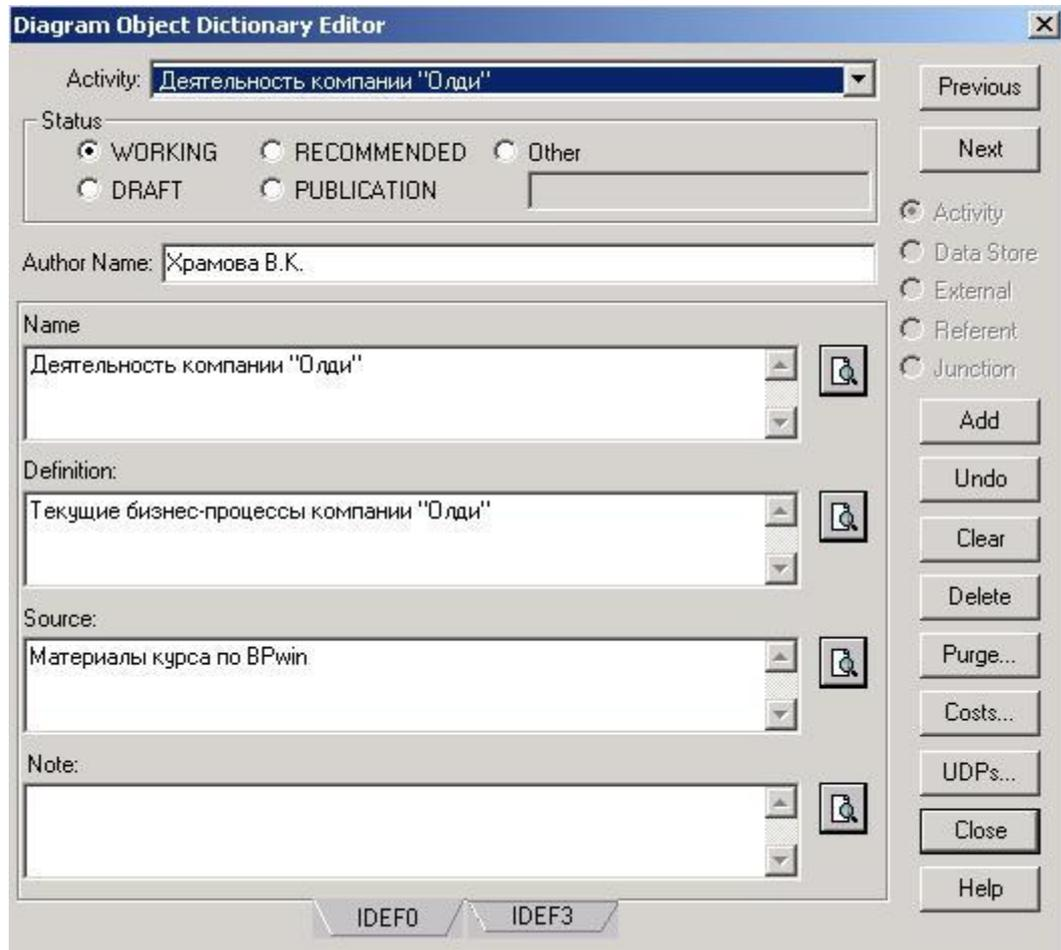

Рис.2.
2. Для изменения свойств работ после их внесения в диаграмму можно воспользоваться словарем объектов модели. Вызов словаря **Model/Diagram Object Editor** (рис. 2)
3. Перейдите в режим рисования стрелок. Свяжите граничные стрелки (кнопка  на палитре инструментов) с остальными так как показано на рис.2. Для этого прочитайте раздел «Разветвляющиеся и сливающиеся стрелки» в Лабораторной работе №2